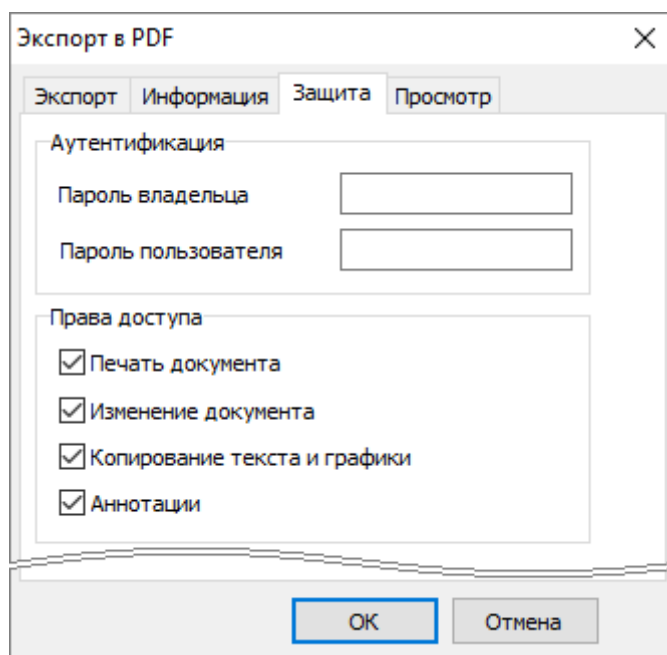

Рисунок 10-313 Окно настроек экспорта в формат PDF
- 2) в появившемся окне настроек экспорта в выбранный формат файла (см. Рисунок 10-313) определите настройки (см. п. 10.9.9.1) и нажмите кнопку «ОК», чтобы перейти к следующему шагу (либо нажмите кнопку «Отмена», чтобы отменить экспорт отчета);